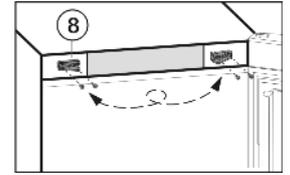

Fig. 7
- ▶ Открутите опорную деталь Fig. 7 (8) и прикрутите её снова с поворотом на 180° на противоположную сторону. При необходимости просверлите отверстия или используйте аккумуляторную отвёртку.